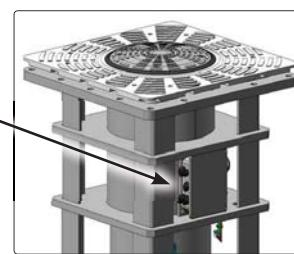

Рис. 13
(1) проверьте уровень масла при помощи щупа, закрепленного на пробке дливы масла (См. позицию (6) на Рисунке 1), с полностью вынутым штоком поршня и системой EFO под давлением.
(2) Два пусковых конденсатора (20 мкФ - 400 В) могут предварительно заряжаться внутри распределительной коробки (см. Рисунок 13).
(3) Сертифицировано в соответствии с требованиями стандарта ASTM F2656-07 КЛАСС М30-P1